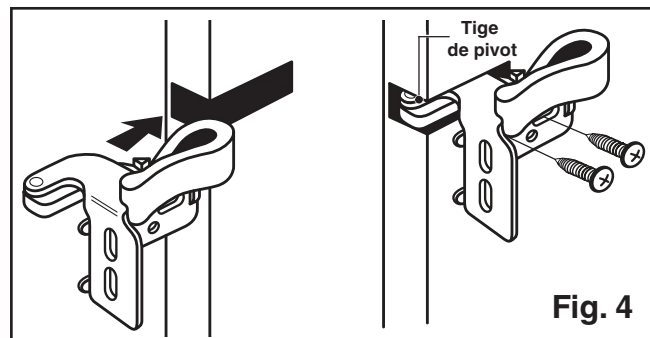

Fig. 4
5. Fixez les charnières sur la porte. (Fig. 4)